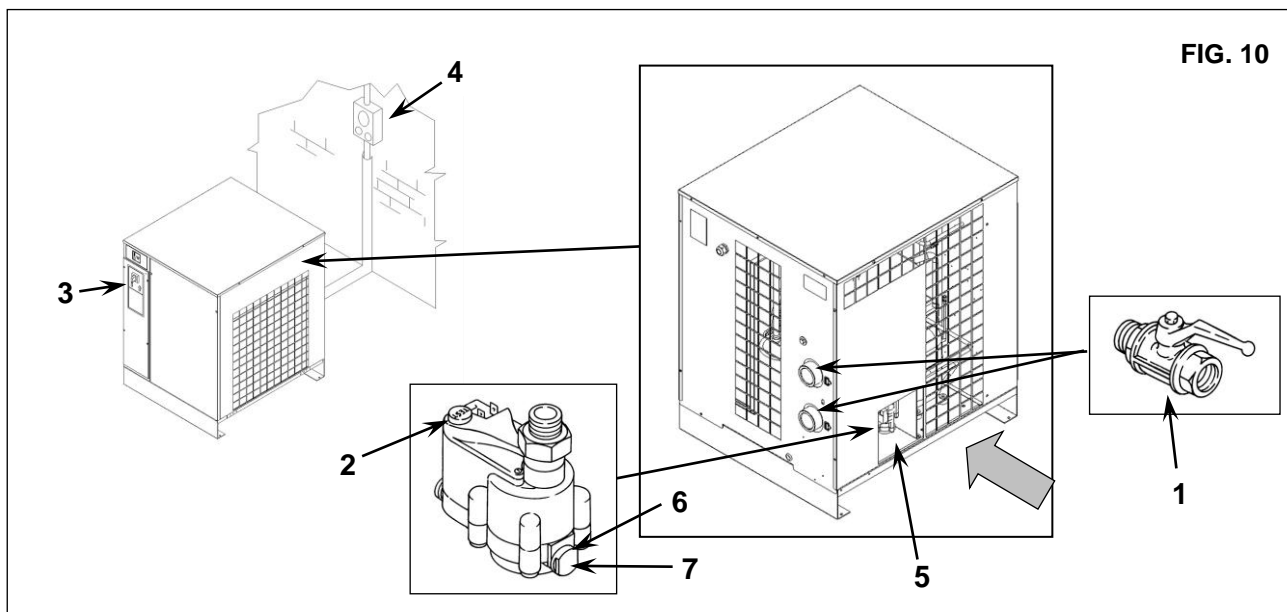

FIG. 10
### 15.2 CURĂȚAREA FILTRULUI DE EVACUARE AUTOMATĂ A CONDENSULUI (fig. 10)
- Închideți robinetul ref.1 fig. 10
- Eliberați presiunea din uscător prin apăsarea butonului de evacuare a condensului, "TEST", poziționat pe capcana de abur Ref. 2 fig. 10
- Opriți utilajul. - Rotiți comutatorul în poziția STOP ref. 3 fig. 10
- Deschideți întrerupătorul automat diferențial de alimentare ref. 4 fig. 10
### 15.3 CURĂȚAREA CONDENSATORULUI (fig. 10)
- Pentru a utiliza gaura ref. 5 fig. 10
- Curățați aripioarele condensatorului ref. 1 cu aer comprimat (fig. 10) **NU UTILIZAȚI APĂ SAU SOLVENȚI**
- Închideți panourile, ref.5 fig. 10